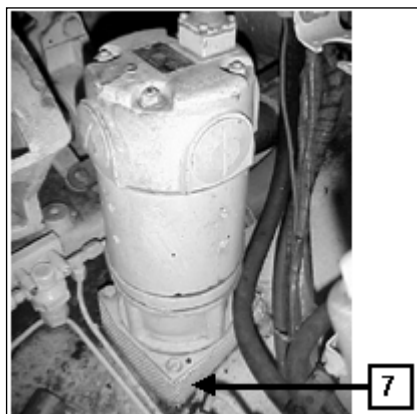

Fig 8-5. Bomba do porão
(9) Colocar a tecla de aquecimento principal (HEATER MASTER) na posição desligada.
(10) Dar a partida e aquecer o motor.
(11) Dirigir devagar dentro da água para evitar a formação de ondas sobre o chassi.
(12) Dirigir entre 5 e 6 Km/h, durante a travessia, mantendo a rotação do motor no mínimo em 1000 RPM. Reduza a velocidade com os freios enquanto mantém a rotação em 1000 RPM.
(13) Se o CC necessitar ficar parado dentro do vau, mantenha o motor a 1000 RPM e transmissão em "H" enquanto pressiona o freio de serviço.
b. Entrada accidental de água - Se água entrar e cobrir toda a entrada da bomba do porão, ligar a tecla da bomba do porão (BILGE PUMP)(7) até drenar toda água. Caso o CC penetre em águas mais profundas, mantenha o motor funcionando e, no caso de uma parada do motor, não tente nova partida; o CC deve ser rebocado o mais rápido possível. (Fig 8-5)